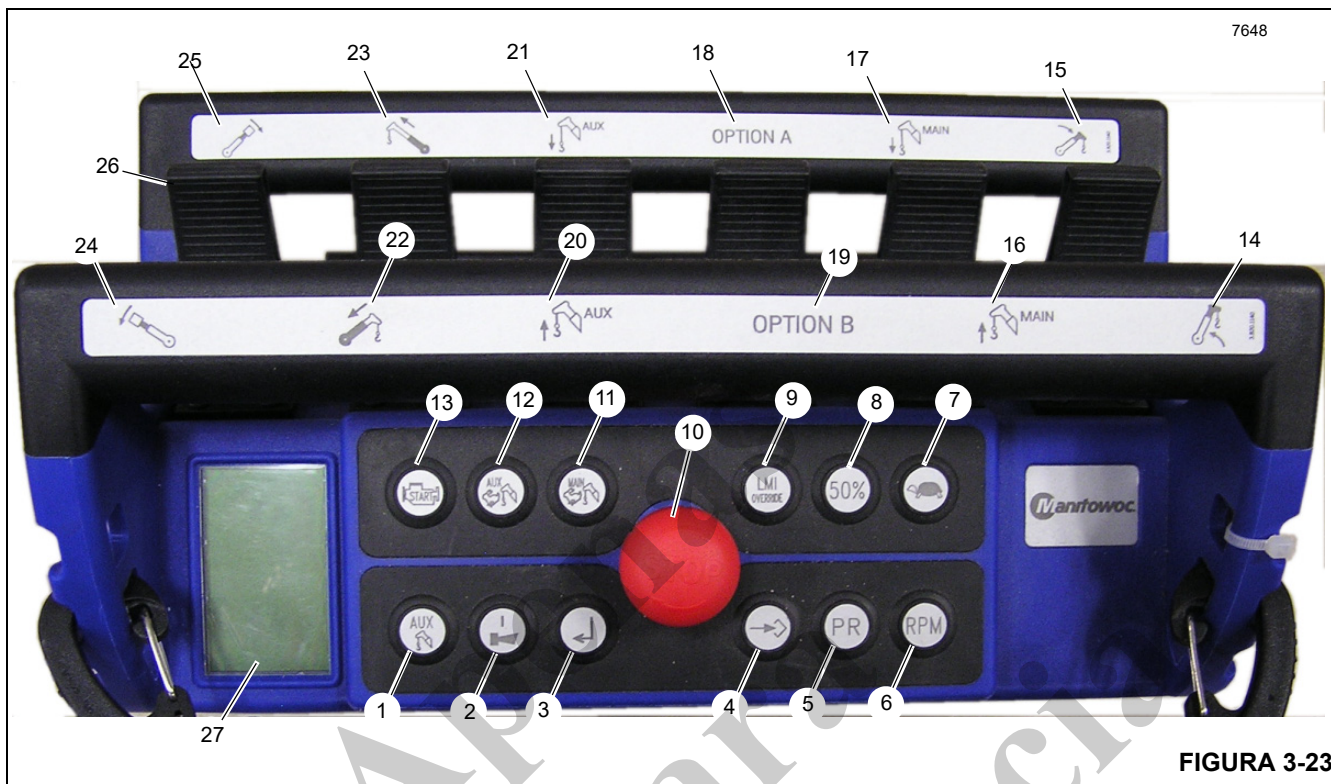

FIGURA 3-23
O Controle remoto do guindaste opcional (Figura 3-23) permite o controle remoto total do guindaste. O Controle remoto padrão é desativado ao usar o Controle remoto do guindaste.
A Tela de LCD (27, Figura 3-23 e Figura 3-24) no mostrador é usada para informar intensidade do sinal, nível da bateria, canal sem fio, status do controle remoto e a configuração da máquina dependendo dos botões que são pressionados. As informações do RCL são também exibidas para o operador e podem ser alternadas pressionando-se o botão Alternar a tela do IMC do guindaste (3). As seguintes informações do RCL estão disponíveis ao operador na tela de LCD:
Para usar este controle remoto, é necessário ativar o botão vermelho de PARADA (10, Figura 3-23) para ligar o transmissor. Para controlar o guindaste, é necessário pressionar o botão LIGAR/buzina (2) para ativar o controle remoto. A buzina do guindaste é acionada para confirmar a ativação do controle remoto. Agora, o guindaste pode ser ligado mantendo pressionado o botão de partida do motor (13). O controle remoto pode agora ser usado para controlar o guindaste. Para ativar uma função, movimente o joystick (26) correspondente ao movimento desejado.
1. Para usar este controle remoto, é necessário ativar o botão vermelho de PARADA (10, Figura 3-23) para ligar o transmissor.
2. Pressione o botão LIGAR/Buzina (2) para ativar o controle remoto. A buzina do guindaste é acionada para confirmar a ativação do controle remoto.
3. Pressione e mantenha pressionado o botão Partida do motor (13) para ligar o guindaste. O controle remoto pode agora ser usado para controlar o guindaste.
4. Mova o joystick (26) que corresponda ao movimento desejado para ativar a função desejada.
5. Pressione o botão vermelho de PARADA (10) quando terminar de usar o controle remoto. Isso desliga o guindaste.